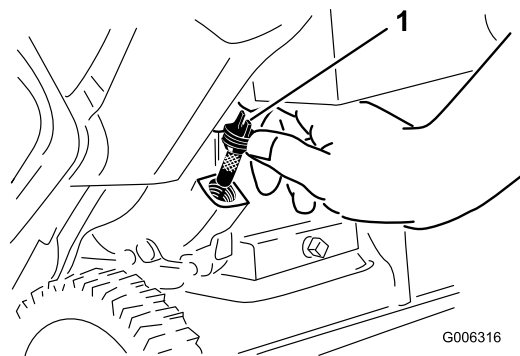

Figure 11
2. Nettoyez la surface autour du bouchon de remplissage (Figure 11).